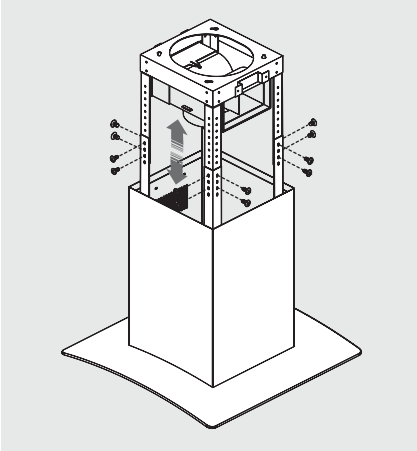

Figura 12.
9. Asegure la campana al soporte de fijación instalado en el techo usando 16 tornillos M4X8. De acuerdo con la altura deseada y considerando el rango indicado en la sección anterior, elija las perforaciones adecuadas para el ensamble como se muestra en la Figura 12.